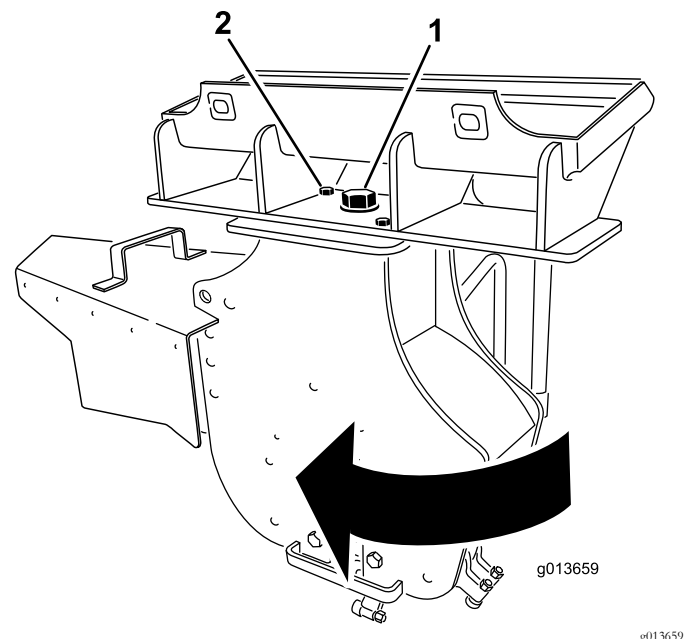

Figura 10
3. Afloje el perno grande situado encima del desbastador (Figura 10).
4. Retire el perno delantero y la tuerca que sujetan el desbastador (Figura 10).
5. Gire el desbastador 30 grados en el sentido de las agujas del reloj (Figura 10).
6. Apriete el perno grande situado encima del desbastador a 406 N·m (Figura 10).
7. Instale el perno y la tuerca en el taladro delantero y apriételes a 101 N·m (Figura 10).
12. Afloje el perno grande situado encima del desbastador (Figura 10).
13. Retire el perno delantero y la tuerca que sujetan el desbastador (Figura 10).
14. Gire el desbastador 30 grados en el sentido contrario a las agujas del reloj (Figura 10).
15. Apriete el perno grande situado encima del desbastador a 406 N·m (Figura 10).
16. Instale el perno y la tuerca en el taladro delantero y apriételes a 101 N·m (Figura 10).